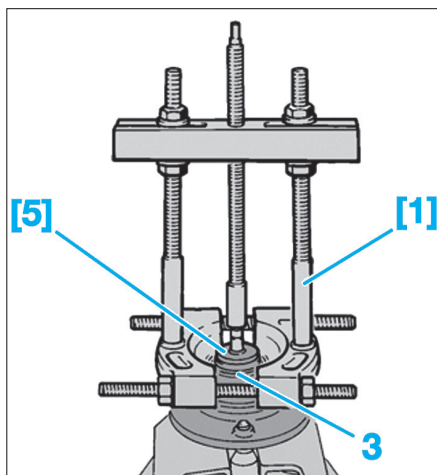

Fig. 36
- Monter les outils [5] et [1] (Fig.36).
- Extraire la cage intérieure (3) du roulement de moyeu avant à l'aide de l'extracteur [1] et du grain d'appui [5].
- Repositionner la cage intérieure (3) dans son logement.